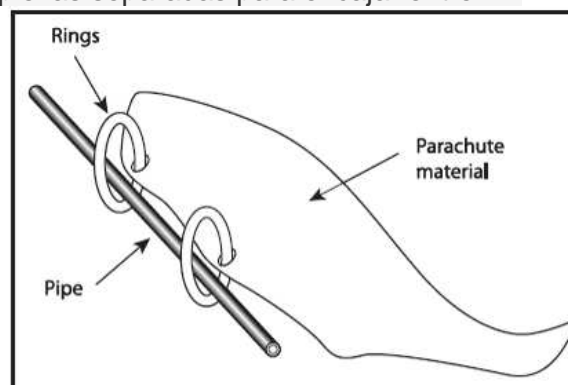

Figura 81: Colocación de la tela en el tubo (dispositivo deslizante)
- Haga un agujero cada 12 "en la parte superior e inferior de la tela, y fijar los anillos (figura 81). La solución más barata pero menos durables es coser el paño a la tubería (o cable).